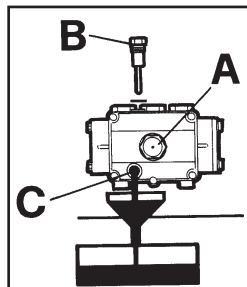

FIG.13
2. Открутите пробку с щупом (Рис. 13).